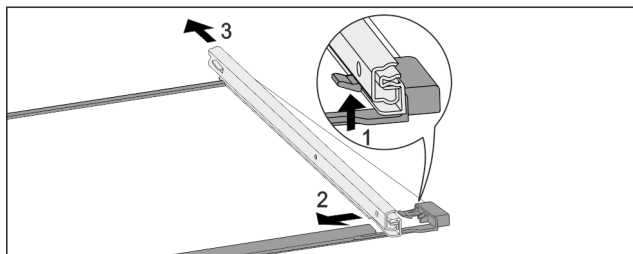

Fig. 265 Скляна пластина з рейками
- ▶ Натиснути передній гачок-фіксатор вгору. Fig. 265 (1)
- ▶ Виштовхніть виїзну рейку в сторону Fig. 265 (2) та назад Fig. 265 (3).